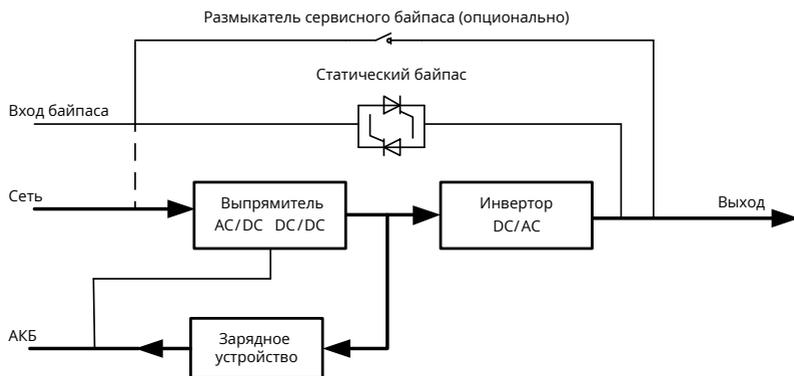

Рисунок 2.4. Функциональная схема нормального режима работы
- Удалить уплотнительный пенопласт (см. Рисунок 2.4).